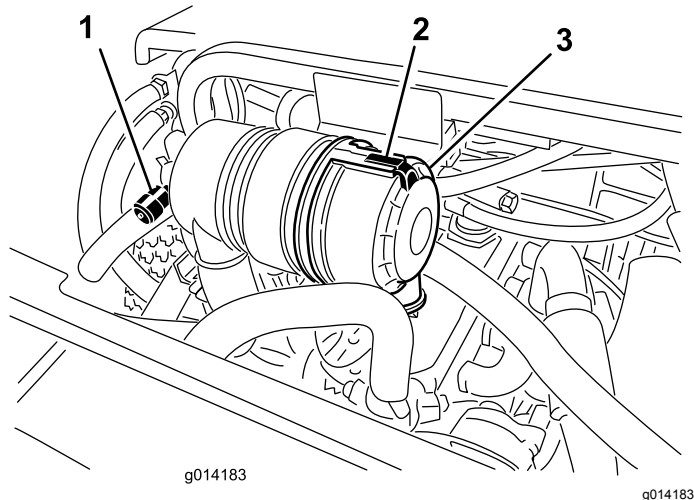

Figura 30
Nota: Sollevate la macchina da terra con un martinetto e fissatela con cavalletti metallici per consentire un miglior trasferimento del grasso tra le boccole dei perni del fuso a snodo superiori e inferiori. Il grasso deve spurgare dalla parte superiore e inferiore delle aree del gruppo boccole/getto assale dei 4 gruppi di perni del fuso a snodo (Figura 30).
Effettuate la manutenzione del filtro dell'aria quando l'indicatore (Figura 30) lo richiede. Sostituendo il filtro dell'aria prima del necessario si aumenta il rischio che la morchia penetri nel motore quando si toglie il filtro.
1. Rilasciate il fermo che fissa il coperchio del filtro dell'aria al relativo corpo (Figura 30).